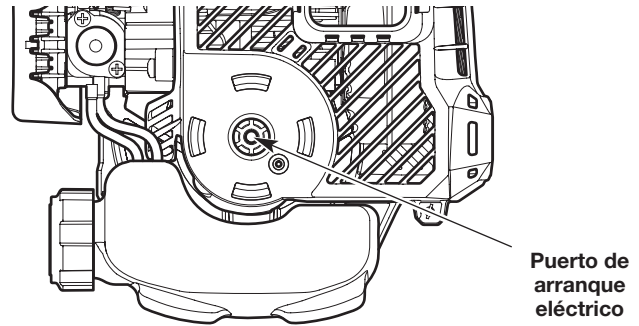

Fig. 8
4. Inserte el accesorio de arranque eléctrico dentro del orificio de arranque eléctrico (Fig. 8).